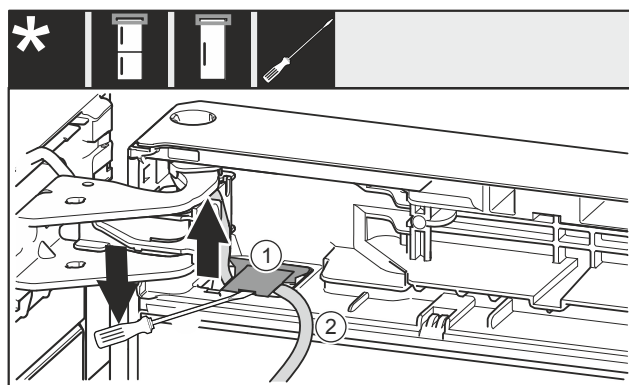

Fig. 23
- ▶ Plochým šroubovákem nadzvedněte kryt Fig. 23 (1) a zvedněte jej.
- ▶ Vytáhněte kabel Fig. 23 (2).